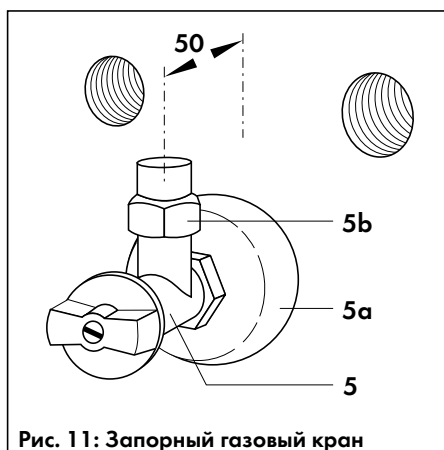
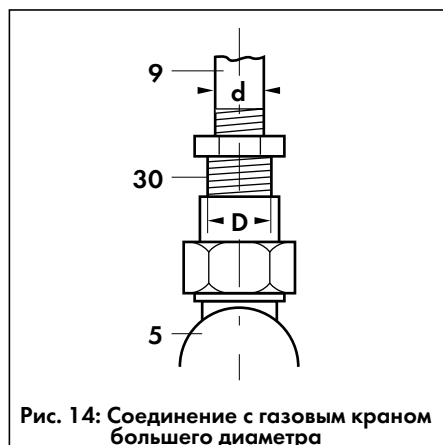

Рис. 11: Запорный газовый кран
Рис. 14: Соединение с газовым краном большего диаметра
Примечание: При давлении природного газа на входе менее 20 мбар прокладку газопровода вести трубой большего диаметра, чем присоединительный размер в аппарате. См. также рис. 14 на стр. 19.
- Предварительно навинтите с уплотнением верхнюю часть разъёмного резьбового соединения (5b, рис. 11) на штуцер входного газового патрубка (9, рис. 14) в аппарате. В случае, когда аппарат подсоединяется к газопроводу большого диаметра, соединение с краном большого диаметра выполняется через соответствующий переходник (30), как показано на рис. 14.
Таблица размеров к рис. 14